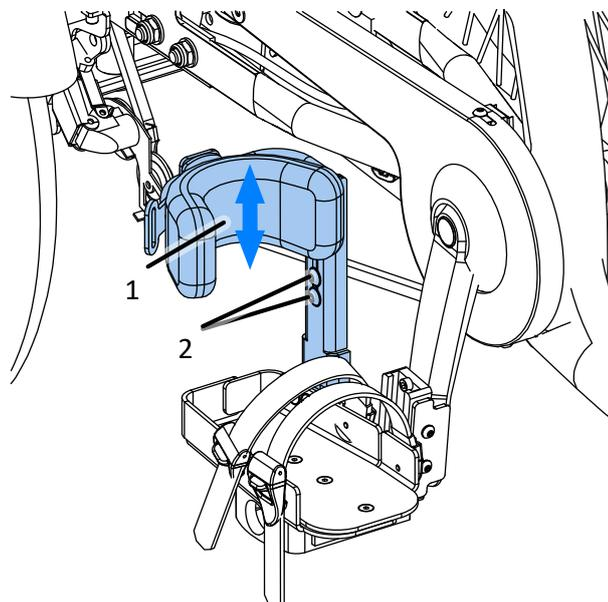

Abb. 37
Abb. 37 zeigt eine Fußschale mit Orthese. Stellen Sie die Höhe der Wadenstütze (1) ein, indem Sie die Schrauben (2) für die Stütze an der Seite der aufrechten Säule lösen, dann die Wadenstütze auf die gewünschte Höhe ausfahren und die Halteschrauben (2) festziehen. Nach der Höheneinstellung kann das Bein in der Orthese befestigt werden. Nachdem Sie die Höhe der Wadenstütze eingestellt haben, führen Sie den Gurt durch den Verschluss und schließen den Verschluss.